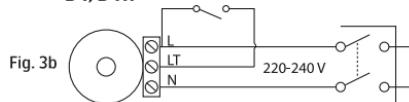

Fig. 4
5. Podłączenie do prądu musi zostać wykonane przez autoryzowanego instalatora zgodnie ze schematem podłączenia, Fig. 3a-3b. Ok. 25 cm przewodu musi być dostępne od wejścia przewodu, aby umożliwić późniejsze podłączenie do prądu. Punkty podłączenia wskazano na Fig. 4. Wybito otwory pod przewody elektryczne i przykryto je cienkim plastikiem, przez który przecięcie zostało przewodzone.